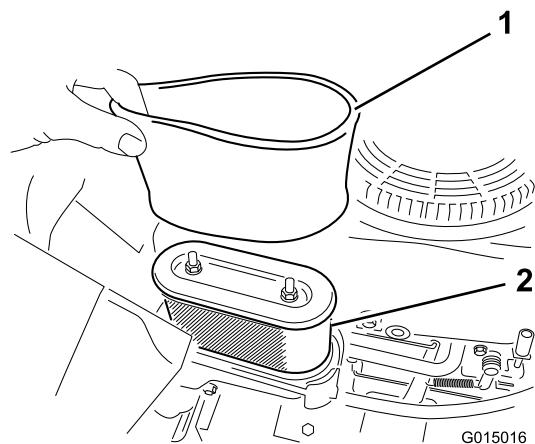

Figure 28
5. Retirez délicatement les éléments en mousse et en papier du boîtier du filtre à air (Figure 28).
1. Placez l'élément en mousse sur l'élément en papier (Figure 28).